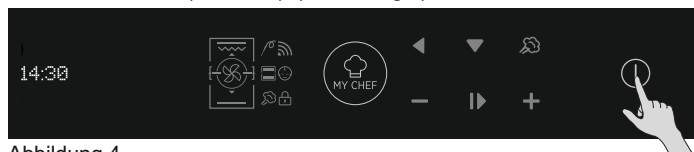

Abbildung 4
- Vor der ersten Inbetriebnahme muss ein Installationsverfahren am Ofen durchgeführt werden, um ihn benutzen zu können. Drücken Sie dazu auf ON/OFF (AN/AUS). (Abbildung 4)